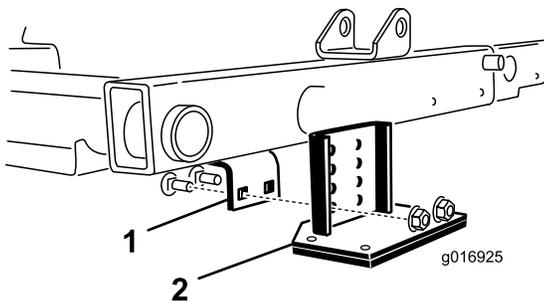

图30
2. 找到中心滚刀组上方的机架托架图30。
3. 在按下中心滚刀组前滚筒的同时确定翻斗托架上的哪些孔与机架托架孔对齐以便在翻斗托架安装后能够实现同样的滚筒接触图30。
4. 放下滚刀组用随套件 (图30) 提供的 2 个托架螺栓和 2 个螺母将翻斗托架安装到机架上。